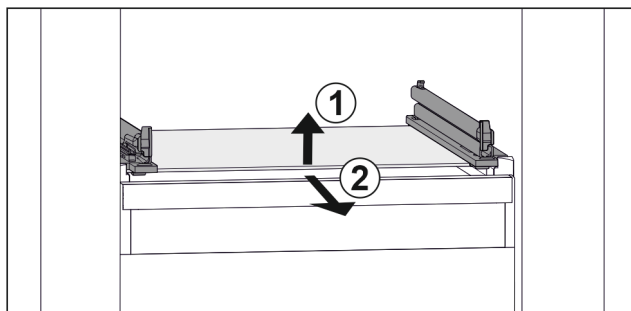

Fig. 68 Przykładowa prezentacja płyty szklanej
- ▶ Unieść płytę szklaną z przodu. Fig. 68 (1)
- ▶ Wyjąć płytę szklaną do przodu. Fig. 68 (2)